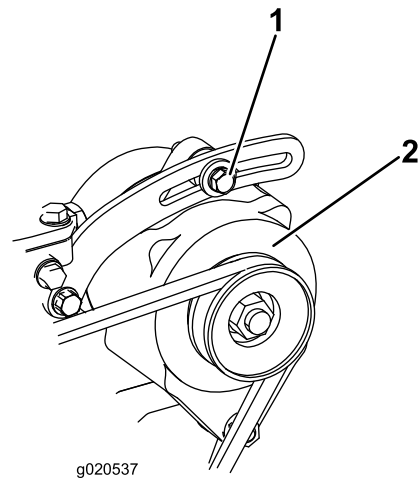

Bild 99
1. Lockern Sie bei einer Durchbiegung von mehr oder weniger als 10 mm die Befestigungsschrauben der Lichtmaschine (Bild 99).